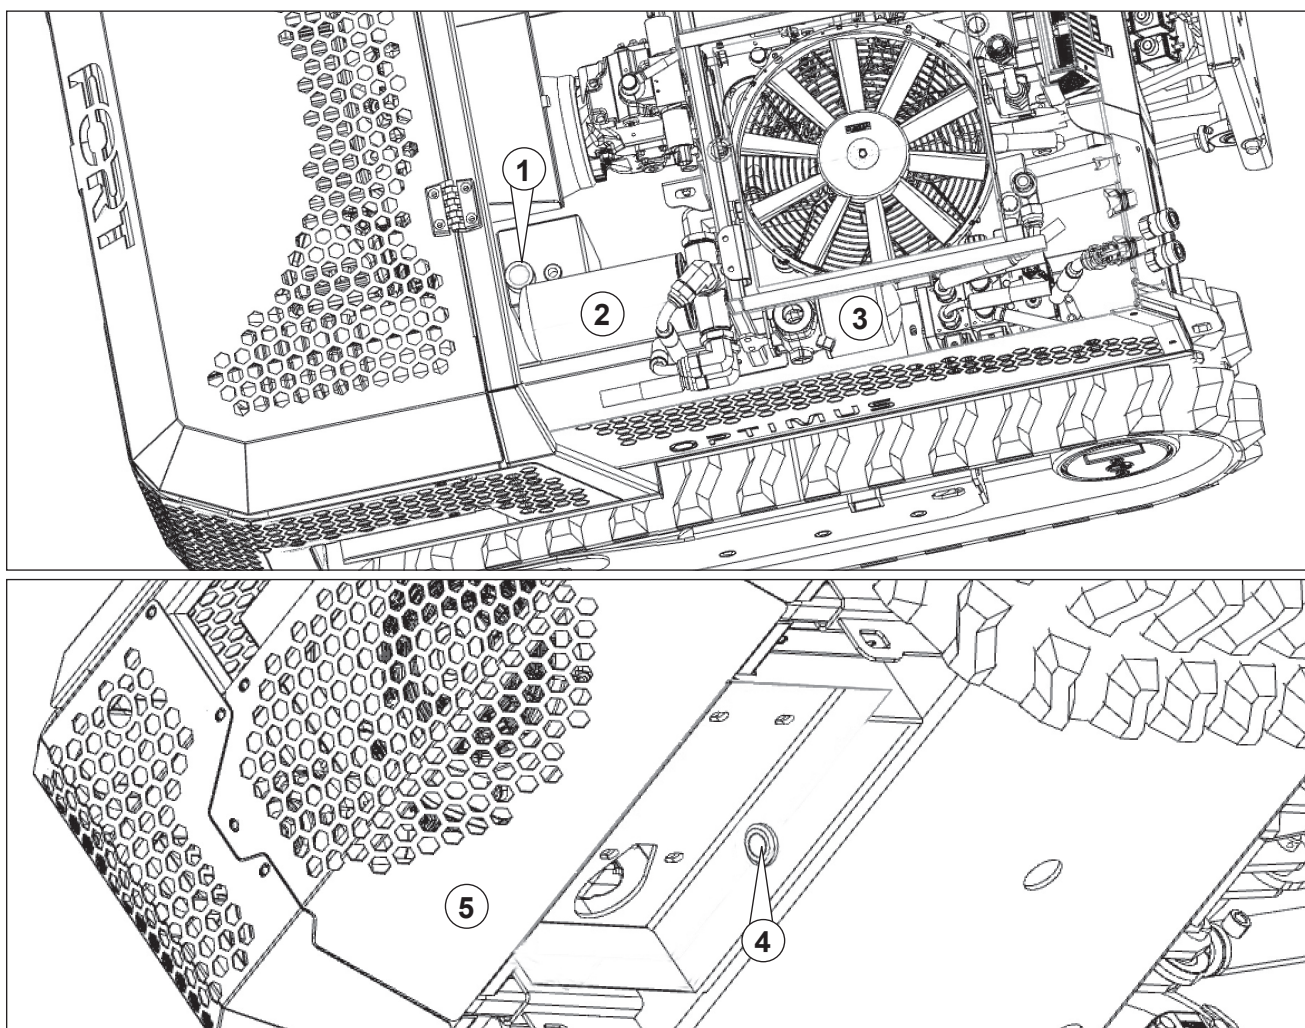

Abb. 22
- 2) Den Deckel des Hydrauliköltanks (Pos. 1, Abb. 22) abschrauben, den Ölmesstab herausziehen und den Ölstand prüfen. Er muss mit der Kerbe am Messtab übereinstimmen.
- 2) Entfernen Sie die obere Haube und den unteren Schutz der Maschine (Pos. 5 Abb. 22).
- 3) Stellen Sie einen Behälter unter die Ablassschraube (Pos. 4 Abb. 22), um das Altöl auf-
- 4) Schrauben Sie den Einfüllstopfen (Pos. 1 Abb. 22) ab und entfernen Sie ihn.
- 5) Schrauben Sie die Hydrauliköl-Ablassschraube (Pos. 4 Abb. 22) ab und entfernen Sie sie. Warten Sie, bis das Öl vollständig abgelaufen ist, und achten Sie darauf, dass das austretende Öl in den Auffangbehälter geleitet wird. Ziehen Sie die Ablassschraube (Pos. 4 Abb. 22) nach dem Ablassen des Öls wieder fest an.
- Ein Filter zur Reinigung des Ölkreislaufs der Maschine (Pos. 2 Abb. 22):
Nach Abschluss des Öl- und Filterwechsels die Maschine starten und einige Minuten lang laufen lassen, damit sich das Öl im System verteilt. Danach die Maschine ausschalten und den Füllstand durch den Einfülldeckel (Pos. 1 Abb. 22) überprüfen.